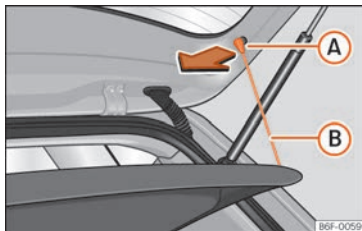

Fig. 162 En el maletero: desmontar y montar la bandeja.
- Desenganche los tirantes de sujeción » » » **fig. 162** (B) de los alojamientos (A).
- Enganche los tirantes de sujeción » » » **fig. 162** (B) en el portón trasero.